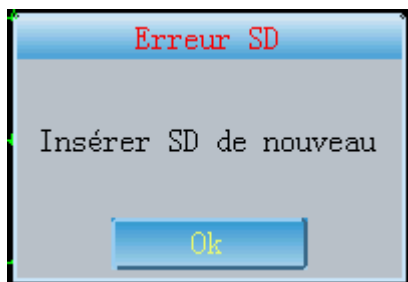

Fig. 13-11-3
(3) Lorsque le système entre dans Gestion archive, le message illustré à la Figure 13-11-3 s'affiche. Insérer de nouveau la carte micro SD.